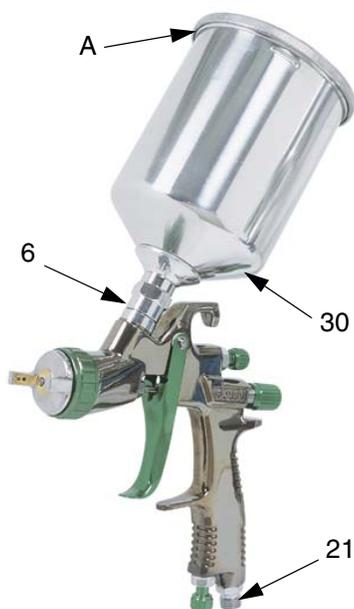

FIG. 1
4. Conecte la línea de suministro de aire en la entrada de aire de la pistola (21). FIG. 1. Conecte el otro extremo en la válvula de cierre.
5. Instale el filtro de fluido (29) en la entrada de fluido (6). Consulte la página 8.
6. Enrosque la copela de gravedad (30).
7. Retire la tapa de la copela de gravedad (A) y rellene la copela con disolvente para lavarla si es la primera vez que utiliza el equipo.